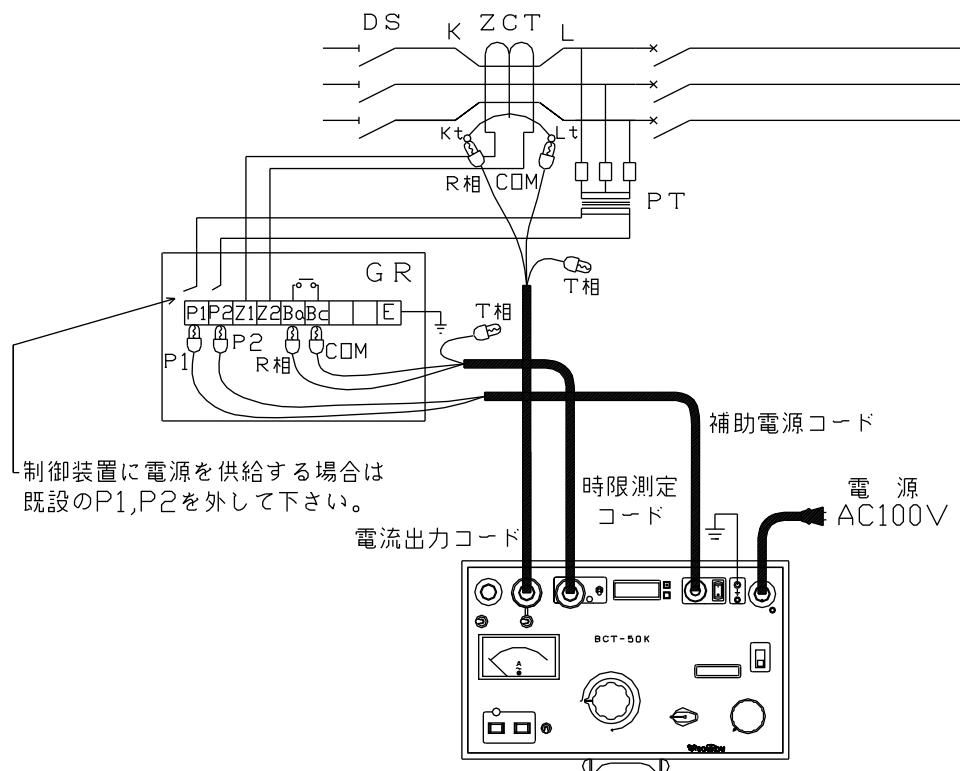

図14：試験回路図—電気室の単体試験(停電状態)
6. 以上のような点を注意し、試験回路を構成します。(図14,15)